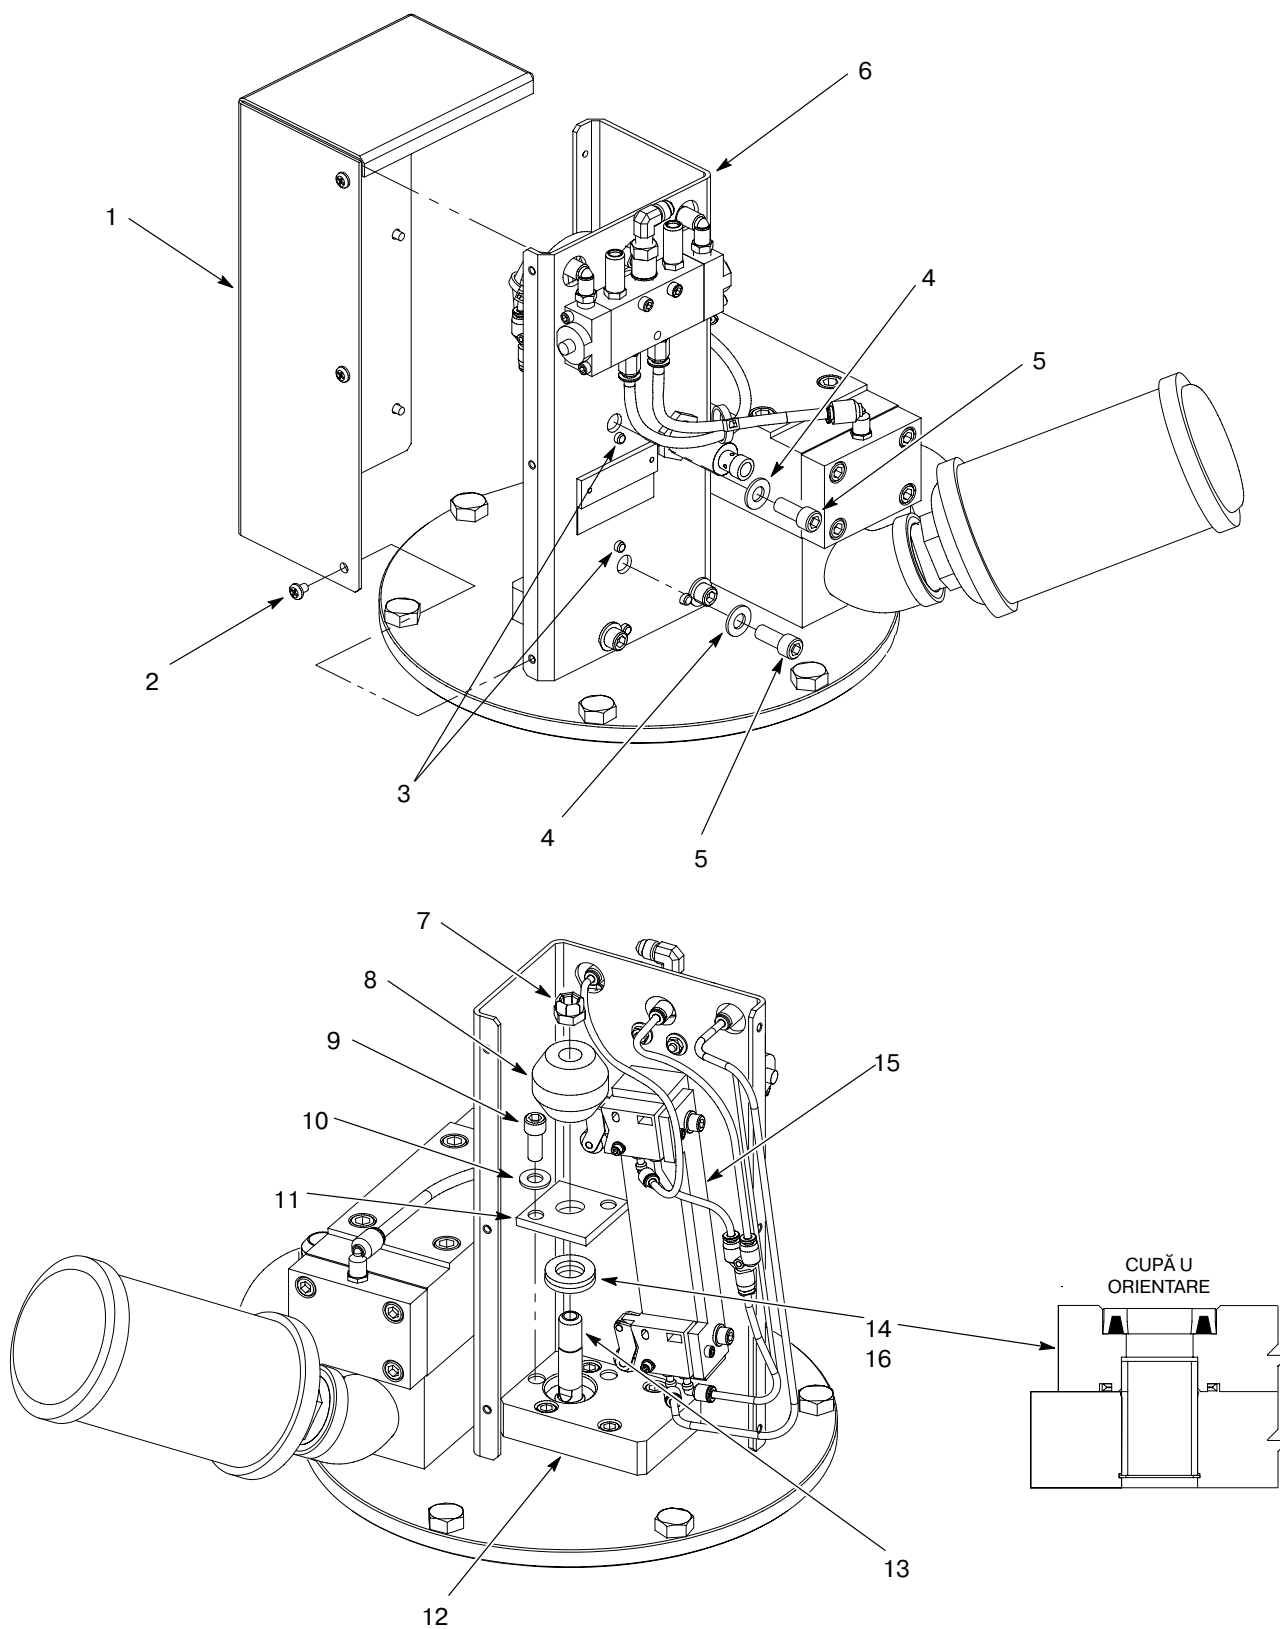

Figura 9 Înlocuirea cupei U a tijei de declanșare
1. A se vedea Figura 9. Desfaceți șuruburile (2) care fixează capacul (1) la ansamblul tijei de declanșare (6).
2. Demontați șuruburile (5) și șaibele (4) care fixează manșonul de montare a manetei de declanșare (15) la ansamblul tijei de declanșare (6).
3. Basculați manșonul de montare a manetei de declanșare (15) la distanță față de placa opritoare a etanșării (11).
4. Așezați o cheie pe părțile plate ale tijei pistonului (13). Desfaceți piulița (7) care fixează bara de declanșare (8) la tija pistonului.
5. Demontați șuruburile (9) și șaibele (10) care fixează placa opritoare a etanșării (11) la opritorul tijei de declanșare (12).
1. A se vedea Figura 9. Lubrifiați noua cupă U (14) cu vaselină TFE (16). Introduceți cupa U în opritorul tijei de declanșare (12) așa cum este prezentat.
2. Montați placa opritoare a etanșării (11) pe opritorul tijei de declanșare (12) cu ajutorul șuruburilor (9) și al șaibelor (10). Strângeți șuruburile la 22-25 ft-lb (30-33 N•m).
3. Așezați o cheie pe părțile plate ale tijei pistonului (13). Montați bara de declanșare (8) pe tija pistonului cu ajutorul piuliței (7). Strângeți bine piulița.
- a. Asigurați-vă că știfturile manșonului de montare (3) pătrund prin ansamblul tijei de acționare (6), așa cum este prezentat.
- b. Fixați manșonul pentru montarea manetei de declanșare (15) la ansamblul tijei de declanșare cu ajutorul șuruburilor (5) și al șaibelor (4). Strângeți șuruburile la 22-25 ft-lb (30-33 N•m).
5. Montați capacul (1) la ansamblul tijei de declanșare cu ajutorul șuruburilor (2). Strângeți bine șuruburile.